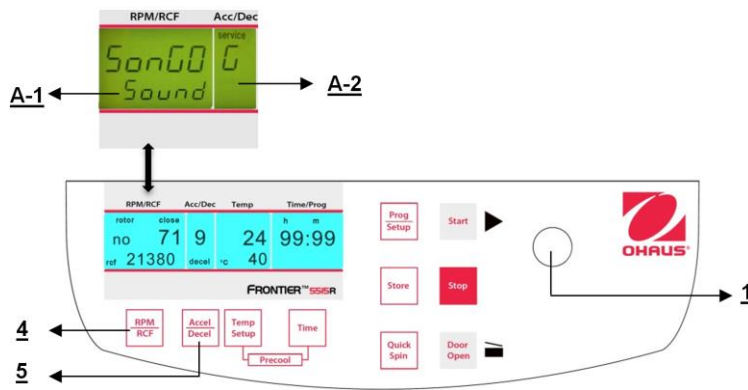

Figura 34
Proceda como se describe en el punto 4.1.1 para ingresar en este modo de programa y luego presione el botón "**Accel/Decel**" (5). En la pantalla "**Acc/Dec**" (A-2) destella la palabra "**Service**". Ahora seleccione la letra "**G**" con la perilla de ajuste (1). Como resultado, en la pantalla "**RPM | RCF**" (A-1) aparece la palabra "**SonGo/Sound**". Después de presionar el botón "**RPM | RCF**" (4), puede seleccionar una melodía con la perilla de ajuste (1). (Vea la Figura 34.)